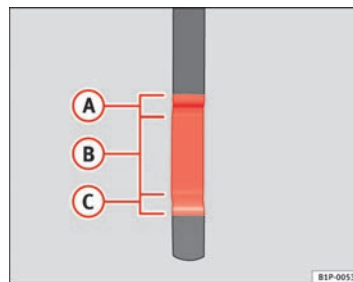

Fig. 145 Vareta de medição do nível de óleo.
- Em seguida, retire-a novamente e verifique o nível do óleo ⇒ fig. 145. Caso seja necessário, reponha óleo do motor. ►